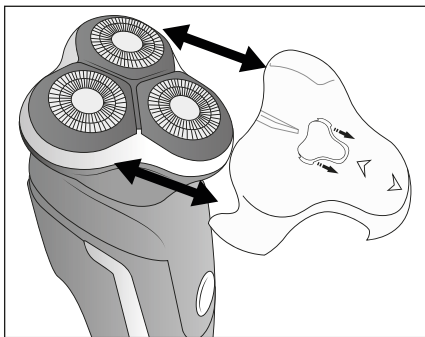

Fig. 1
- ◆ Atunci când nu utilizați aparatul de ras, pentru protejarea acestuia așezați capacul de protecție ①.
- ◆  Detașați capacul de protecție ① trăgându-l în jos de pe unitatea de tăiere ② (a se vedea fig. 1).